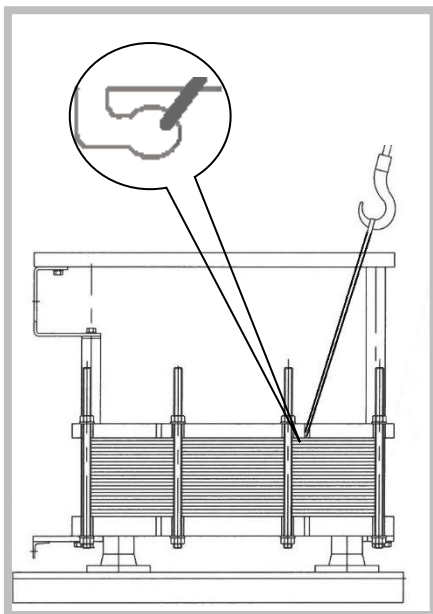

Figura 25
2. Fixe um meio de fixação apropriado nos olhais de suspensão previstos das placas dos quadros (figura 25). Não é permitido usar lingas de corrente. O PCP pode ficar danificado e escorregar.